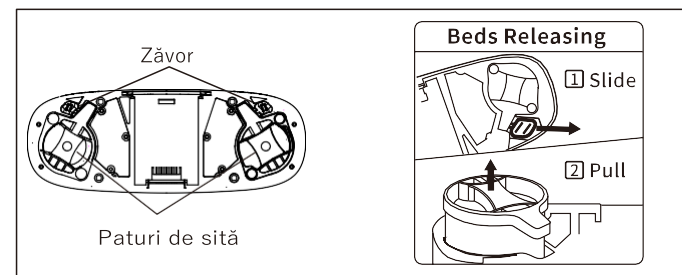

Figura 12
- ▶ Puneți partea inferioară a dispozitivului în sus. Împingeți zăvorul în direcția săgeții pentru a debloca patul sitei, apoi scoateți patul sitei. După cum se arată în Figura 12.